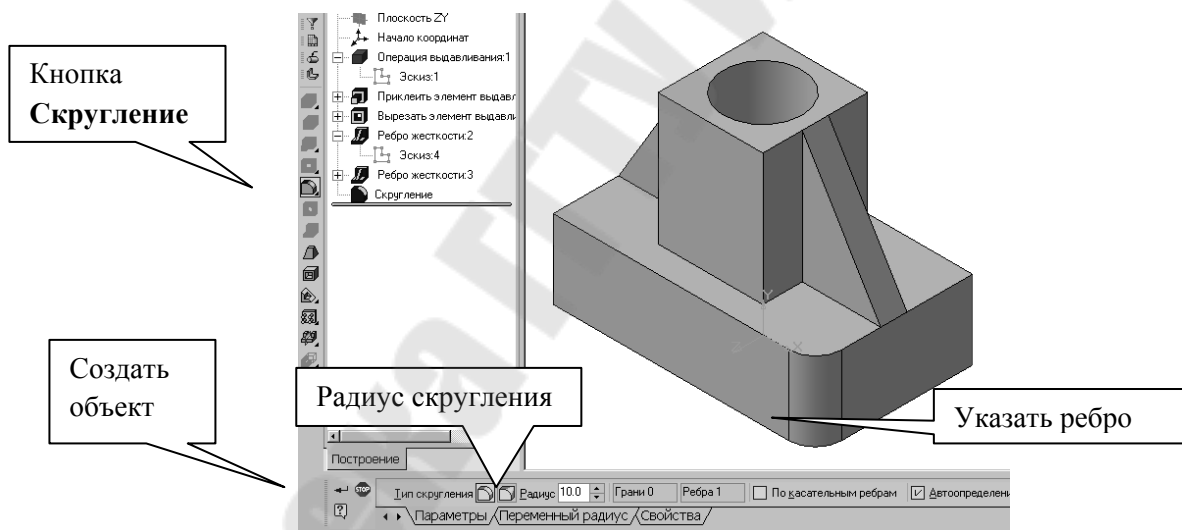

Рис. 87
6. Для того чтобы скруглить вертикальные углы основания детали, используем кнопку  **Скругление** (рис. 87), на панели свойств задаем **Радиус скругления 10 мм** и указываем курсором ребро основания. Затем нажимаем кнопку **Создать объект**.